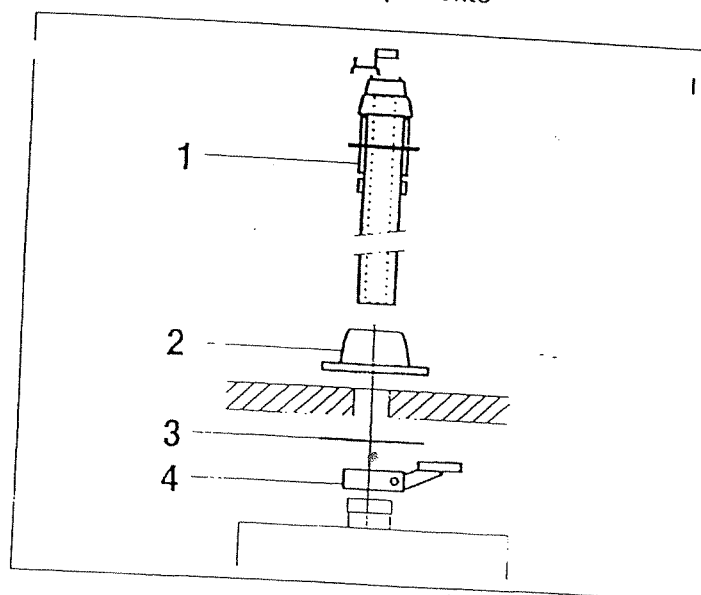

Fig. 13 Montaggio elemento per il passaggio dei gas di scarico dal tetto, con tetto piano
- ◆ Applicare una flangia adesiva (Fig. 13, punto 2).
- ◆ Inserire in quest'ultima, dall'alto, l'elemento per il passaggio dei gas di scarico dal tetto (Fig. 13, punto 1) fino al punto di arresto.
- ◆ Con una livella a bolla d'aria, controllare che detto elemento sia verticale, quindi avvitare lo sportello interno a due pezzi (Fig. 13, punto 3).
- ◆ Spingere dal basso la fascetta di fissaggio (Fig. 13, punto 4) sull'elemento per il passaggio dei gas di scarico dal tetto, ed avvitarla.